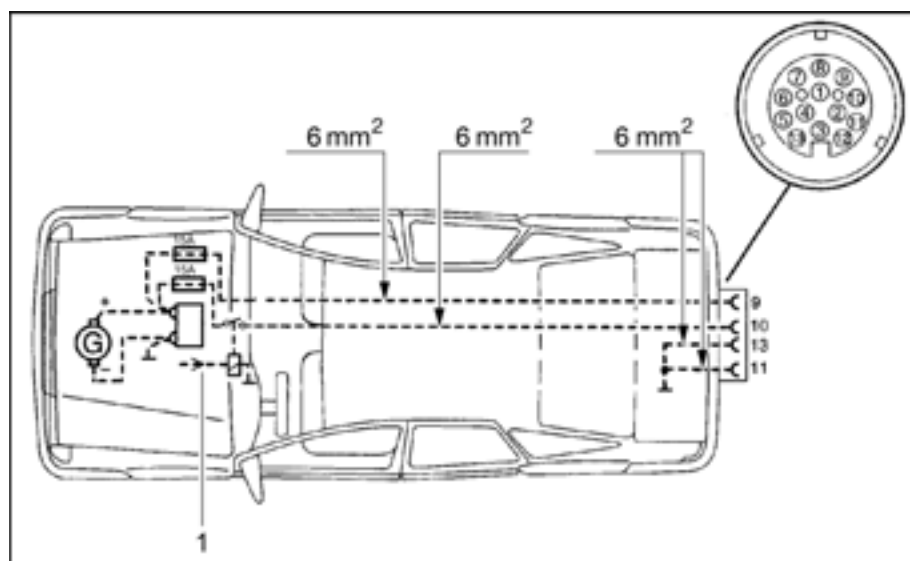

Bild 99 Zugwagen-Installationsplan
- ▷ Das Zugfahrzeug mit den entsprechenden Kabelquerschnitten und einem Relais für die Stromversorgung (gesteuert über Zündung) nachrüsten (siehe Bild 99).